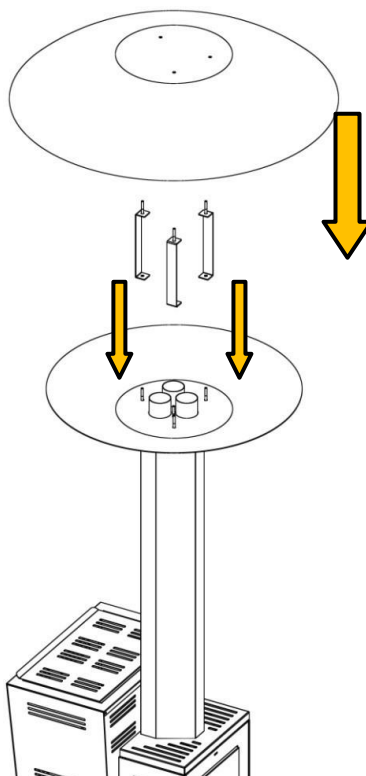

Fig. 5
- 4 Apoye los tres soportes y parábola superior, y después fije todo con las tuercas de mariposa suministradas (Fig. 5)